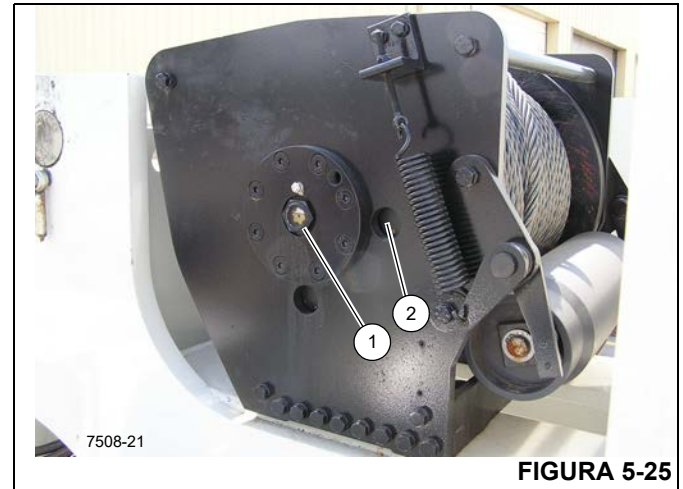

FIGURA 5-25
3. Revise el nivel de lubricante. Se debe poder ver aceite en la mirilla (1, Figura 5-25).
- a. Limpie alrededor del tapón de llenado (2) y retírelo.